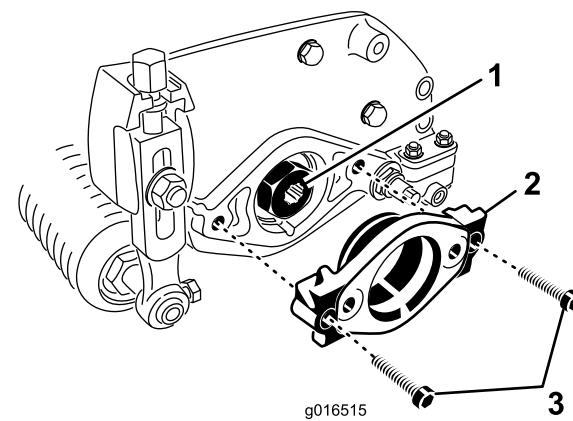

Bild 8
- Nehmen Sie die zwei Inbusschrauben ab, mit denen die Motorhalterung links hinten am Mähwerk befestigt ist. Nehmen Sie die Motorbefestigung ab (Bild 8).
- Schmieren Sie die Antriebskupplung innen mit Fett ein (Bild 8).
- Schmieren Sie links hinten am Mähwerk etwas Öl auf den O-Ring und befestigen Sie die Motorhalterung mit den zwei vorher entfernten Inbusschrauben (Bild 8). Ziehen Sie die Schrauben mit 16 bis 20 Nm an.